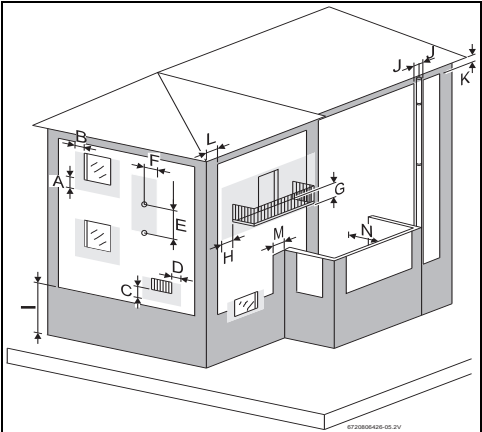

Fig. 11 Distâncias mínimas a pontos de exaustão
- Respeitar as medidas mínimas de instalação indicadas na Fig. 11.